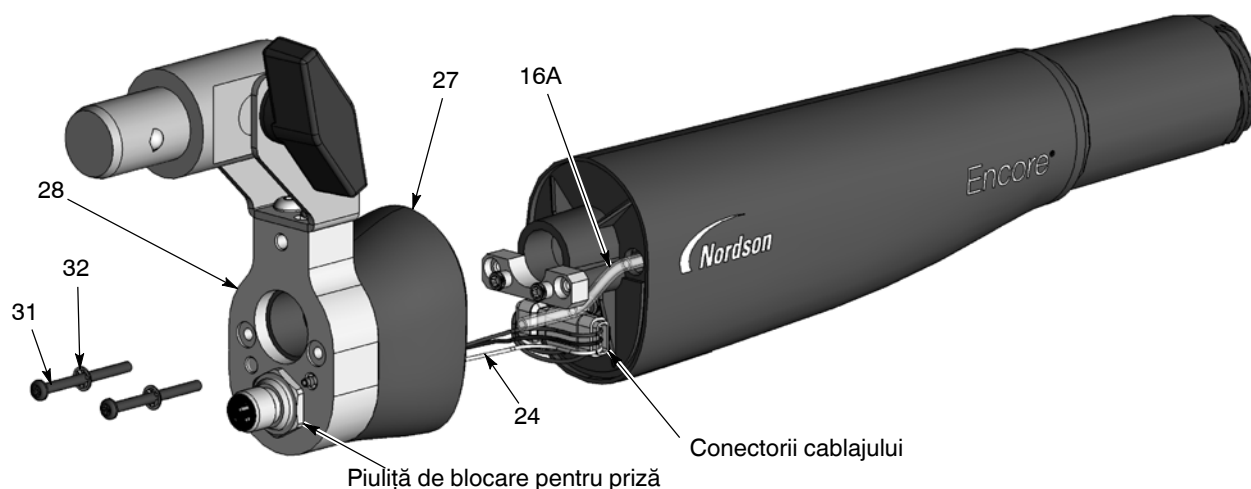

Figura 14 Dezasamblarea pistolului – înlocuirea tubului pentru pulbere
3. Vezi Figura 14. Deșurubați și demontați cele două șuruburi cu cap Phillips (31) și șaibele de blocare cu dantură pe interior (32) de la capacul de capăt (28).
- c. Vezi Figura 14. Deșurubați piulița de blocare de la priză, apoi demontați priza și cablajul de la capacul de capăt.
17. Vezi Figura 14. Montați ansamblul format din capacul de capăt și corpul spate al pistolului pe corpul pistolului, asigurându-vă că nu ciupiți firele cablajului.